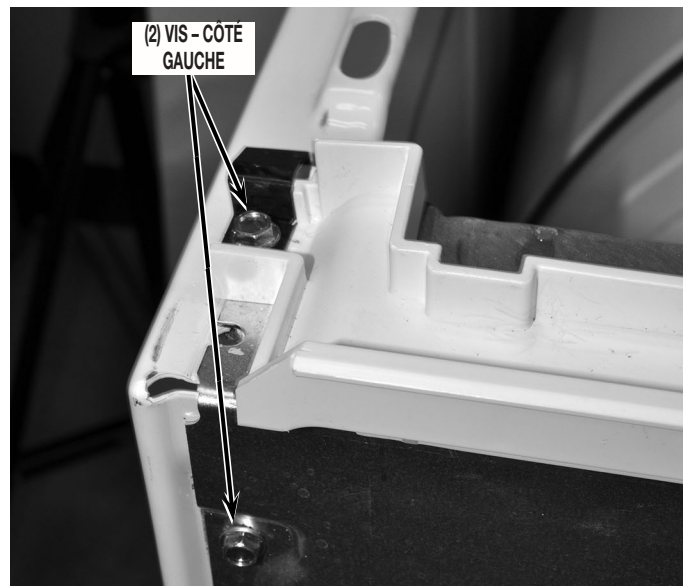

FIGURE 10A
10. Ôter ensuite la bride de montage de la console : ôter d'abord les vis de fixation de la bride – deux (2) vis sur le panneau de gauche de la caisse, deux (2) vis sur le panneau de droite, et une (1) vis sur la bride du module de commande central. Soulever légèrement l'ensemble pour l'extraire de la sècheuse. Voir les *Figures 10A et 10B*.